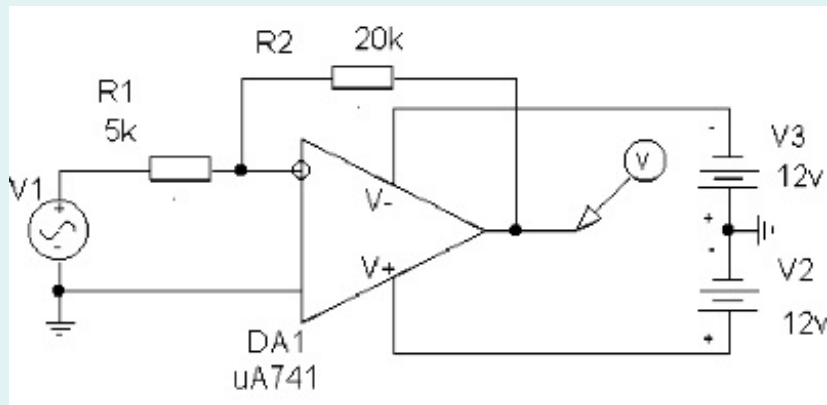

Рис. 6. Рабочая схема инвертирующего усилителя на ОУ
4. Собрать схему инвертирующего усилителя (рис. 6) с параметрами, заданными в табл. 1. На вход подать синусоидальный сигнал с амплитудой 100 мВ и частотой 1 кГц и определить коэффициент усиления инвертирующего усилителя.
7. Для исследования схемы инвертирующего усилителя необходимо собрать схему усилителя согласно рис. 6.
схему инвертирующего усилителя (рис. 6) собрать схему сумматора (рис. 8).